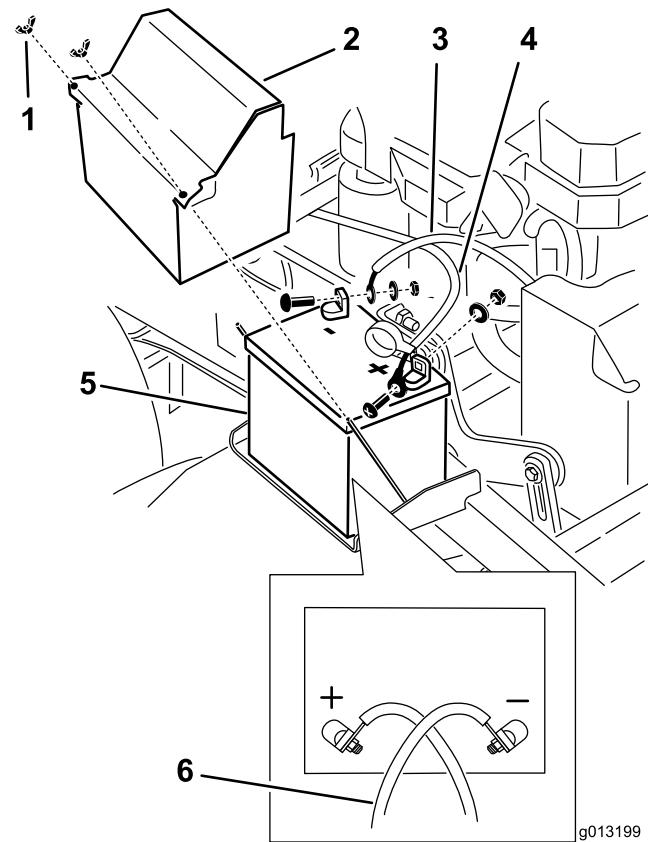

Figura 52
3. Desconecte el cable negativo del borne negativo (-) de la batería (Figura 52).
5. Retire el cable positivo (rojo) de la batería (Figura 52).
6. Retire la pletina de sujeción de la batería y retire la batería (Figura 52).
1. Coloque la batería en la máquina (Figura 52).
3. Conecte primero el cable positivo (rojo) al borne positivo (+) de la batería con una tuerca, una arandela y un perno (Figura 52).
5. Conecte el cable negativo y el cable de tierra al borne negativo (-) de la batería con una tuerca, una arandela y un perno (Figura 52).
Nota: Los cables de la batería se cruzan cuando están correctamente instalados (Figura 52).